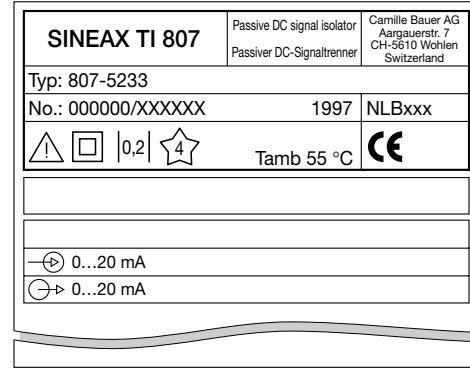

Bild 7. Beispiel eines Typenschildes.
- ... dass die Daten, die zur Lösung der Trenn- und Übertragungsaufgabe erforderlich sind, mit denen auf dem Typenschild des SINEAX TI 807 übereinstimmen (→ Eingangssignal und → Ausgangssignal, siehe Bild 7)!